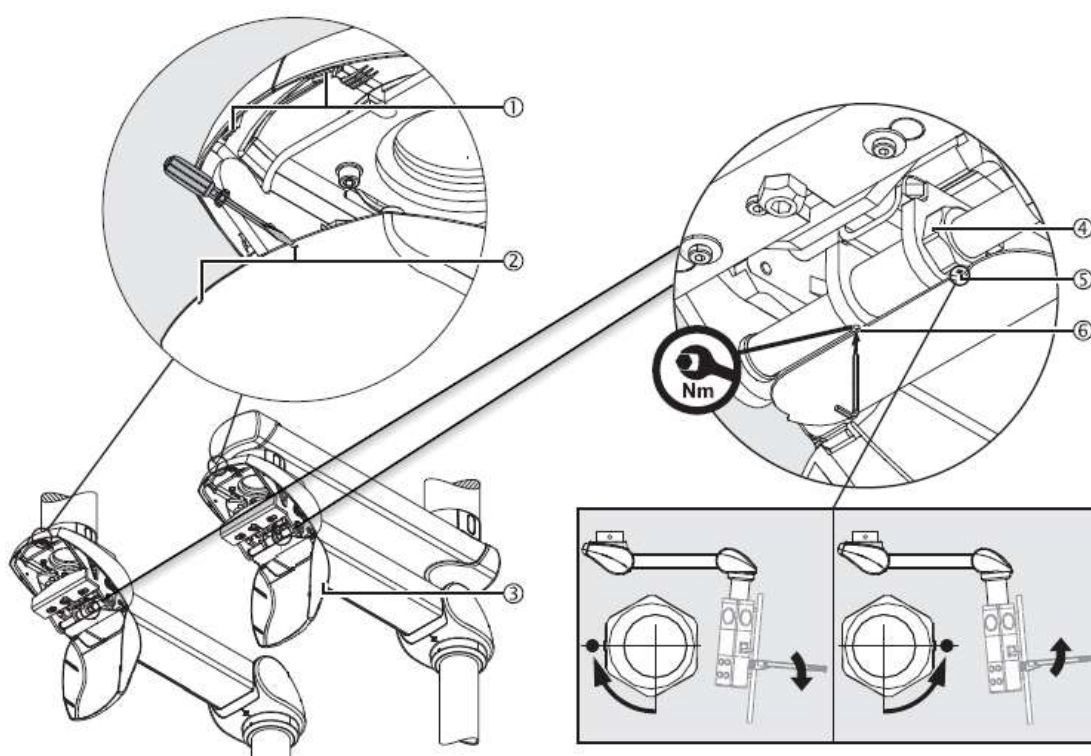

Abb.76 Korrektur der vertikalen Ausrichtung des Servicekopfes oder der CEMOR-Monitorhalterung
- Lösen Sie die Befestigungsschraube M4 ⑥ – DIN 914.
- Setzen Sie den Schraubenschlüssel auf den Sechskantbolzen ④.
- Die Anzeigeschraube ⑤ zeigt nach unten (diese Schraube nicht lösen).
- Um die Ablage aus dem Beispiel in Abbildung 76 abzusenken, drehen Sie den Sechskantbolzen ④ so, dass die Anzeigeschraube ⑤ nach vorne (zu Ihnen) zeigt.
- Um die Schale aus dem Beispiel in Abbildung 76 anzuheben, drehen Sie den Sechskantbolzen ④ so, dass die Anzeigeschraube ⑤ nach hinten (von Ihnen weg) zeigt.
- Ziehen Sie die M4-Gewindestift ⑥ – DIN 914 fest.